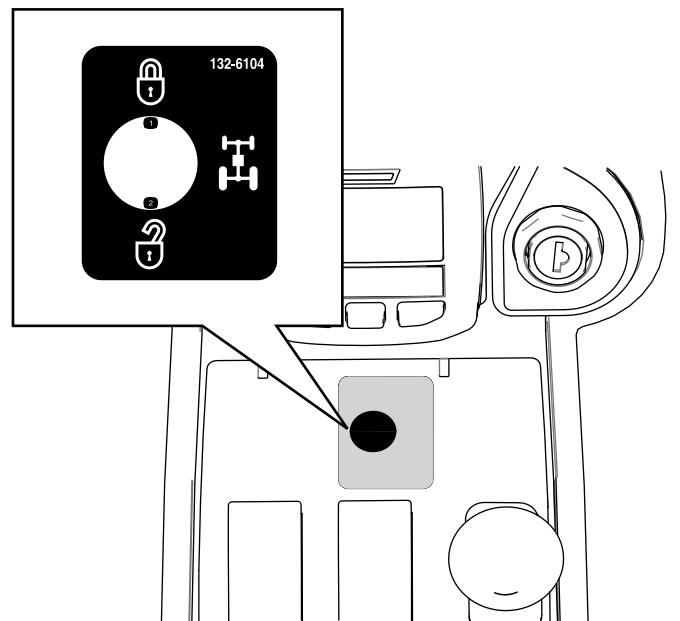

Figure 16
2. Placez l'autocollant de fonctionnement 4RM au-dessus du trou que vous avez percé (Figure 16).